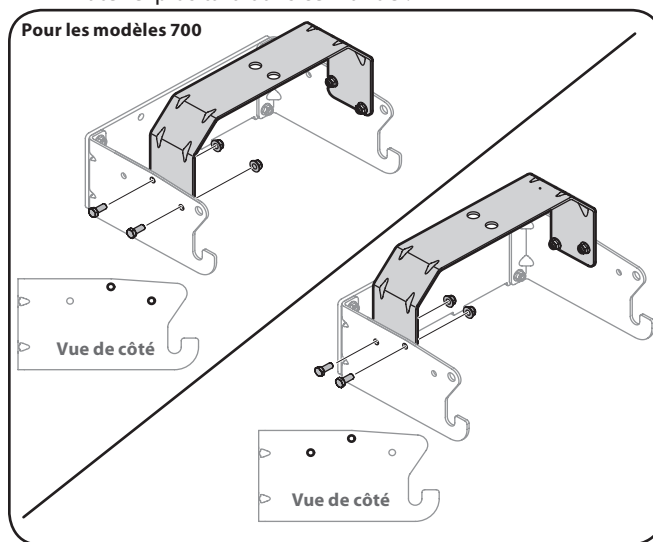

Figure 4-5
2. Renversez l'assemblage et montez le support de fixation d'attelage comme illustré à la fig. 4-5.
Remarque : Les trous les plus proches des crochets de support doivent être utilisés pour toutes les modèles de machine de la série 700, alors que les deux trous les plus proches du bâti sont pour tous autres modèles. Le support de fixation d'attelage devra être renversé pour permettre l'alignement des trous appropriés selon le modèle de la machine sur lequel ce dispositif d'ensachage doit être installé. Consultez la figure 4-5.